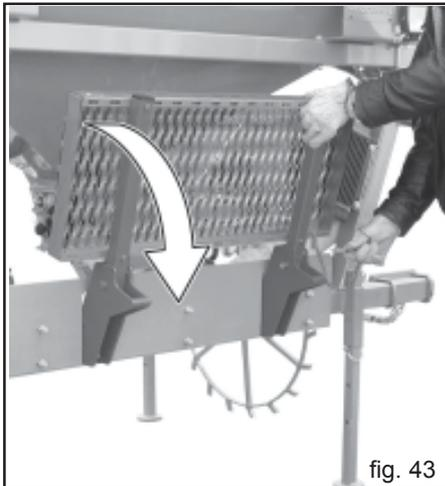

fig. 43
- 1) Klappen Sie den Beladesteg durch Entfernen des Haltebolzens herunter. Bei heruntergeklapptem Beladesteg ist der Luftkruemmer leicht erreichbar (Abb. 43).